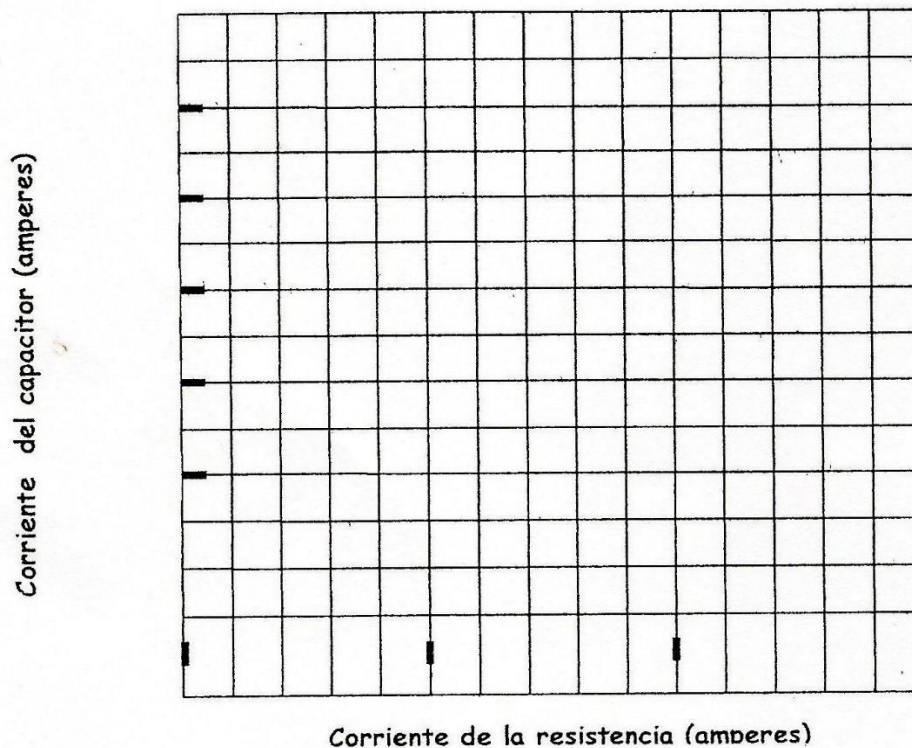

Figura 7
8. De acuerdo con el procedimiento 12 de la práctica (capacitor conectado en paralelo con la resistencia) hacer el diagrama fasorial de la corriente del medidor I_{TOTAL} en la figura 7.